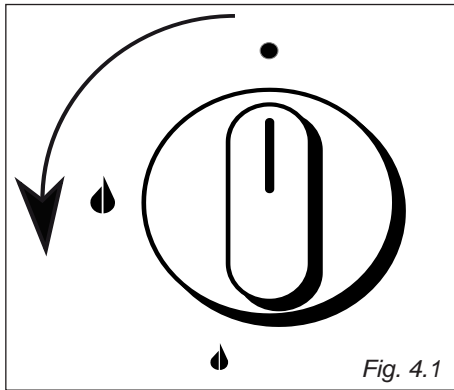

Fig. 4.1
L'afflusso del gas al bruciatore è regolato da un rubinetto, come i bruciatori del piano di lavoro (fig. 4.1), che permette la regolazione del massimo e del minimo. Inoltre, questo rubinetto è dotato di una valvola di sicurezza che, allo spegnersi della fiamma, chiude automaticamente l'erogazione di gas.
3. Premere a fondo e ruotare in senso antiorario la manopola del forno (fig.4.1) fino a far coincidere l'indice della manopola con il simbolo  (fiamma grande = portata massima) sul pannello comandi.